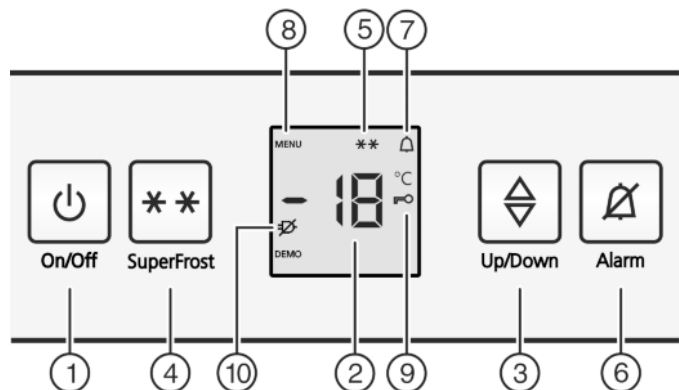

Fig. 2
- Taste On/Off Fig. 2 (1) drücken.
- ▶ Einstellmodus aktivieren: Taste SuperFrost Fig. 2 (4) ca. 5 Sekunden drücken.
- ▷ In der Anzeige wird das Symbol Menu Fig. 2 (8) angezeigt.
- ▶ Mit der Taste SuperFrost Fig. 2 (4) kurz bestätigen.
- ▷ Das Symbol Kindersicherung Fig. 2 (9) leuchtet in der Anzeige.
- ▶ Die Taste On/Off Fig. 2 (1) kurz drücken.
- ▷ Das Symbol Kindersicherung Fig. 2 (9) erlischt.
- ▶ Taste Alarm Fig. 2 (6) drücken.
Gleichzeitig blinkt die Temperaturanzeige und das Symbol Alarm Fig. 2 (7).
Der Tonwarner verstummt automatisch, das Symbol Alarm Fig. 2 (7) geht aus und die Temperaturanzeige hört auf zu blinken, wenn die Temperatur wieder ausreichend kalt ist.